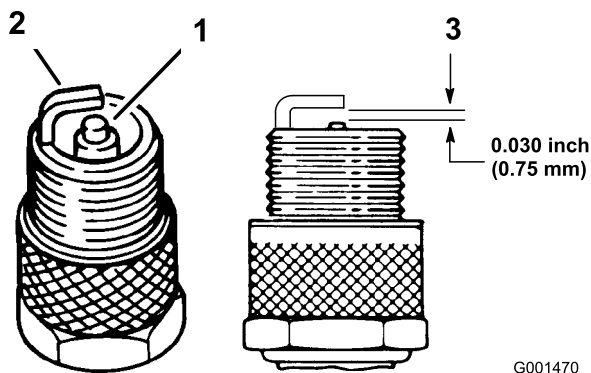

Figura 24
1. Veja a parte central das velas de ignição (Figura 24). Se verificar uma cobertura castanha ou cinzenta no isolante, o motor está a funcionar correctamente. Uma cobertura preta no isolante indica que o filtro de ar está sujo.
2. Verifique a folga entre os eléctrodos central e lateral (Figura 24). Dobre o eléctrodo lateral (Figura 24) se a folga não for a correcta.
3. Ligue os cabos às velas de ignição (Figura 24).